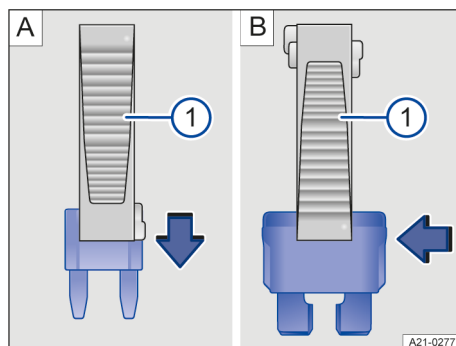

Fig. 171 Extraer o colocar un fusible (representación esquemática).
① Pinzas de plástico
- Dado el caso, retire las pinzas de plástico → fig. 171 ① de la tapa de la caja de fusibles.
- En el caso de los *fusibles pequeños*, agárrelos con las pinzas ① desde arriba → fig. 171 A o, en el caso de los *fusibles grandes*, desplace las pinzas ① lateralmente sobre el fusible → fig. 171 B.